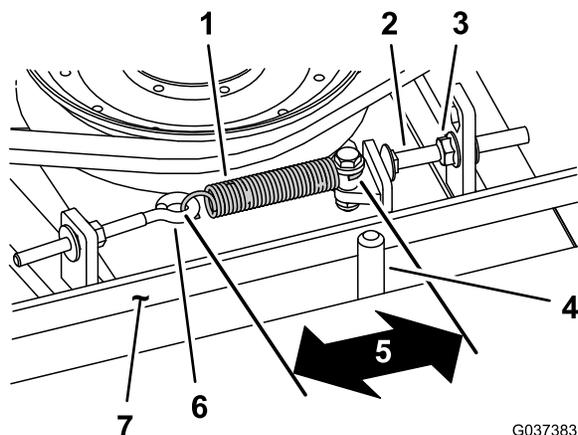

図 114
エクステンションスプリングの長さフックからフックまでが 8.3 mm ± 9.5 mm であれば、張りは適切です。スプリングの張りを正しく調整できたら、その下のストップボルト キャリッジボルト の頭部とアイドラームとの間の隙間を 2 mm-5 mm に調整します 図 114。
注 ベルトが、ベルトガイドのスプリング側に取り付けられていることを確認してください 図 114。
2. アイボルトをゆるめる 図 114。
3. ストップボルトを取り付けタブに固定しているフランジナットをゆるめ、プーリをベルトから外す 図 114。
9. エクステンションスプリング 図 114 をアイボルトに以下のように取り付ける